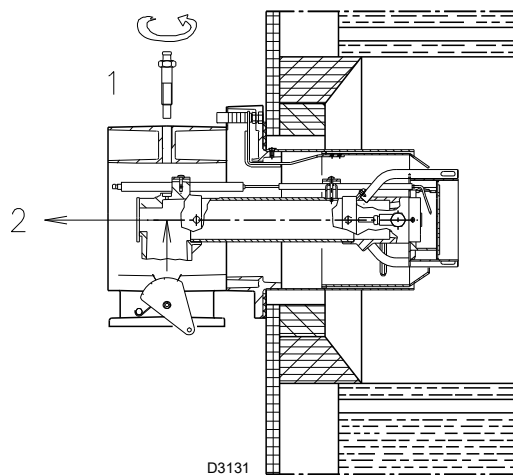

Рис. 19
- Отверните винт 1) (Рис. 19) и извлеките внутреннюю часть 2).
Чтобы упростить регулировку, ослабьте винт 1)(Рис. 19 на стр. 22), выполните регулировку, а затем заверните винт.